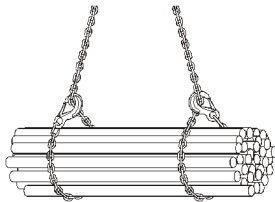

Figure 12: Enroulé et couissant dans la même direction
- Si la charge risque de rouler pendant le levage, les tour-morts devront être inversés (voir l'figures 12 et 13)